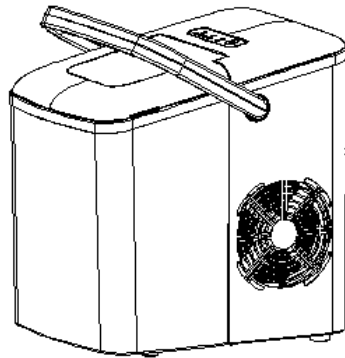

Рис.2
- 2) Поставьте ручку с ровное положение с отверстиями на корпусе и освободите руки, затем вставьте ручку в отверстия на корпусе (см. Рис.2).